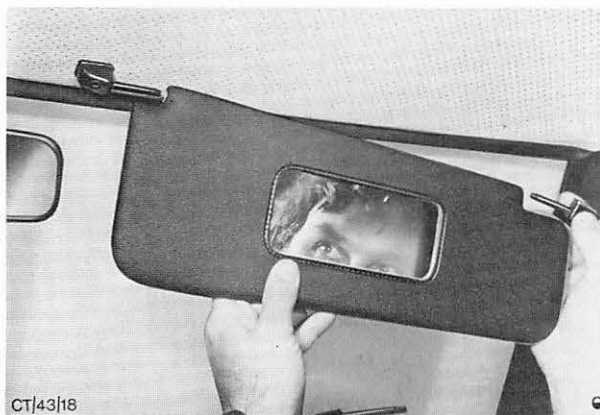

Abb. 34 Sonnenblende einbauen.
3. Sonnenblende auf den befestigten Drehzapfen aufstecken, zweiten Drehzapfen in die Sonnenblende einführen und mit einer Schraube am Dachrahmen montieren, Abb. 34.